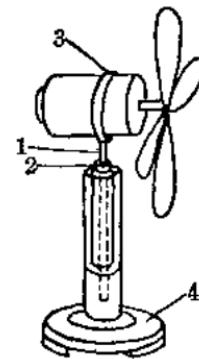

图 1
1. 自制大电扇的转动部分是在支承轴上(图1)，为减小转动部分的摩擦，在支承轴下端套一个平面轴承或铜轴承*(俗称铜婆司)，再把轴承固定在一跟略大于轴的套筒杆上端，最后把套筒杆固定在较重的底座上，使重心下降，不易倾倒。